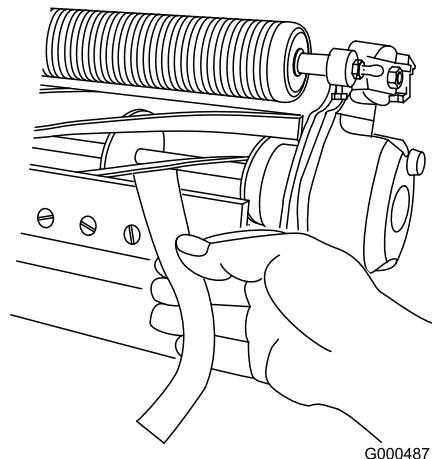

図 13
10. 切れ味確認用のペーパートロのパーツ番号 125-5610 を一枚、リールと下刃との間に、下刃に対して直角になるように差し入れて、カッティングユニットの切れ味をテストする 図 13。**ゆっくりと** リールを回転させるこれで紙が切れれば合格である。